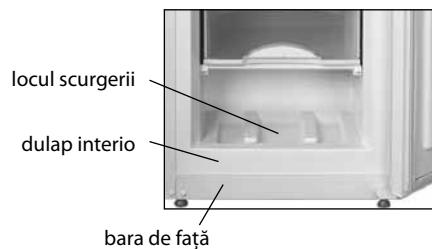

Figura 5 – Colectarea apei
4.1 În timpul dezghetării congelatorul, apa care apare când se topește stratul de zapadă trebuie să fie ștersă din zona de scurgere cu un material absorbant în conformitate cu Figura 5. Apoi congelatorul trebuie să fie spălat și șters bine.
ATENȚIE! Nu permiteți scurgerea apei în timpul dezghetării și curățării congelatorului. Dacă apa ajunge la consola frontală a carcasei interne și externe, vezi Figura 5, aceasta poate provoca coroziunea exterioră a congelatorului și a pieselor de congelare automate, cît și perturbarea materialelor de izolare, ceea ce duce la formarea fisurilor interne și la eşecul congelatorului.